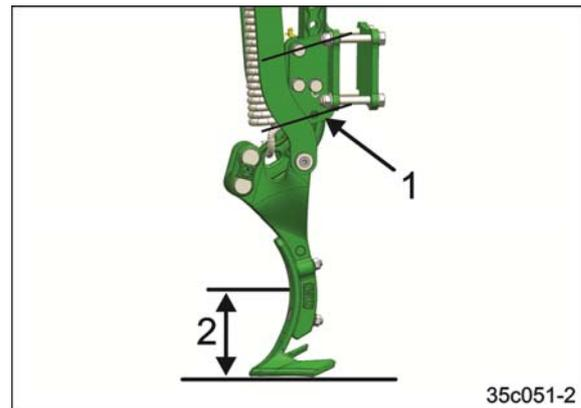

Fig. 124
- La profondeur maximale de travail s'élève à 150 mm (Fig. 124/2)
Si avec l'usure croissante des dents de l'outil sur l'outil de préparation de sol, la profondeur maximale de travail de l'efface-traces de roue de tracteur est dépassée (Fig. 124/2), le logement de l'efface-traces (Fig. 124/1) doit être monté dans une position plus haute